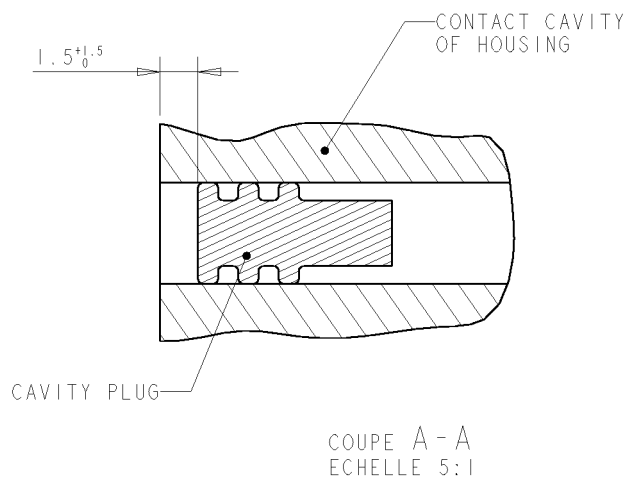
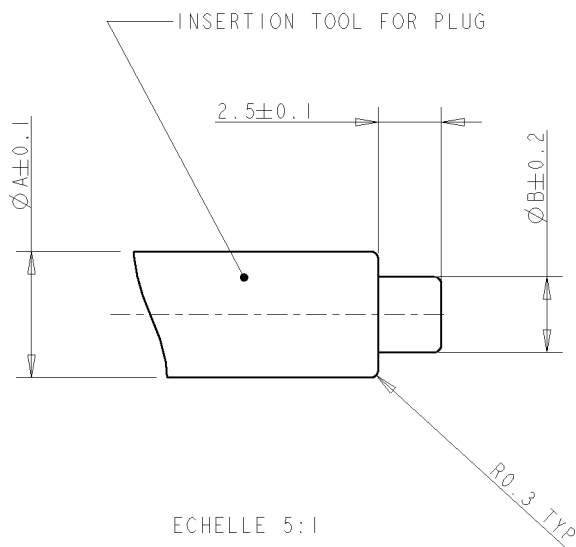

Figure 2
Figure 3
3. Enfoncer le bouchon dans l'une des alvéoles libres. Le glissement du bouchon dans l'alvéole se fait avec un certain effort, celui-ci garantit la tenue ultérieure du bouchon. Utiliser un outil non agressif pour pousser les bouchons (voir fig. 3) . Respecter la cote de montage du bouchon définie dans la fig. 2